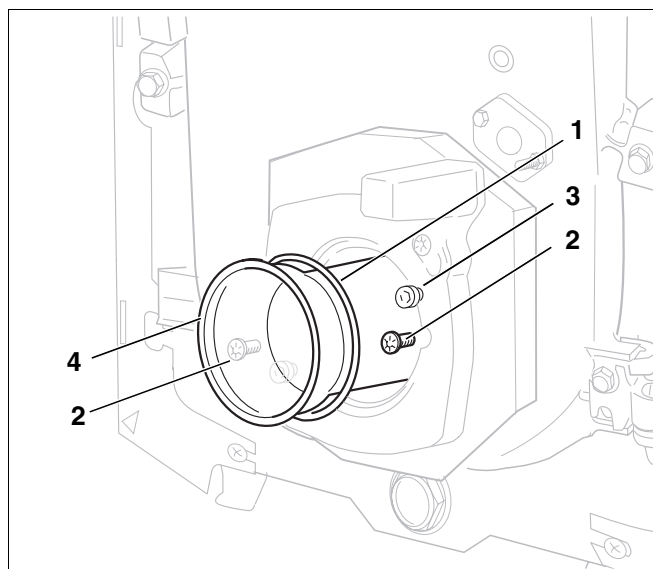

Рис. 30 Замена трубы горелки и проверка плотности
- Открутить оба крепежных винта (рис. 30, поз. 2).
- Установить новую трубу (рис. 30, поз. 4) и кольцо (рис. 30, поз. 1).
- Надеть горелку на оба болта на фланце (рис. 30, поз. 3).
- Повернуть влево до упора и затянуть крепежные болты (рис. 30, поз. 2).